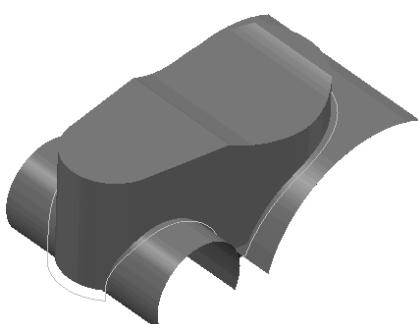

图 2-216 关
(4) 多重切削 用于在刀具轴线方向上生成多层刀具路径，包括以下选项：
- 『关』：不生成多重刀具路径，如图 2-216 所示。